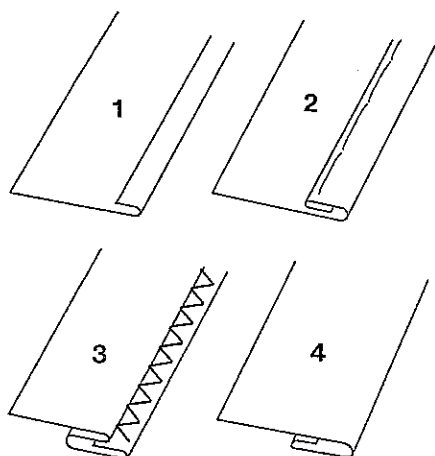

Fig. 40
Blindstichfuß einrasten. Stichlage rechts einstellen. Die Stichlänge zwischen 3 und 3,5 einstellen. Den Stoff mit der Innenseite nach oben legen und 1 cm einschlagen (1 Abb. 40). Nun den Saum in der gewünschten Breite umschlagen und heften (2). Dann den Saum so nach unten schlagen, daß die Kante des Umschlages etwa 3 mm vorsteht (3). Den vorgefalteten Saum unter den Nähfuß legen und den Stoffdrückerhebel senken. Mit dem Zickzackknopf die Nadel so einregulieren, daß sie beim Linksausschlag nur knapp in die Stoffkante einsticht. Die Stoffkante 6 läuft beim Nähen am Führungssteg 5 entlang. Der Saum ist richtig genäht, wenn man auf der rechten Stoffseite keinen Stich sieht (4).
Attach blindstitch foot. Set the needle position knob at the right needle position. Set a stitch length between 3 and 3,5. Turn the fabric wrong side up and fold its edge back 1 cm (1 Fig. 40). Then fold the material to the desired hem width and baste (2). Fold the hem down so that its folded edge protrudes about 3 mm (3). Place the fabric with its folded edge under the sewing foot and lower the presser bar lifter. Turn the stitch width control to adjust the position of the needle so that at the left of its throw it just catches the fabric edge. During sewing, fabric edge 6 runs along the edge of guide 5. The hem is sewn correctly if no stitches show on the right side of the fabric (4).
Mettre en place le pied pour points invisibles. Mettre l'aiguille en position à droite et régler une longueur de point entre 3 et 3,5 mm. Placer la pièce, envers en haut, sur la machine et replier son bord de 1 cm environ (1 fig. 40). Replier l'ourlet suivant la largeur souhaitée et le bâtir (2). Rabattre l'ourlet vers le bas de manière que le bord du repli dépasse d'env. 3 mm (3). Poser l'ourlet préplié sous le pied-de-biche et abaisser celui-ci sur la pièce. Au moyen du bouton de réglage des points zigzags, régler l'aiguille de sorte qu'en jetée gauche, elle pique tout juste dans le bord de tissu 6. En cours de couture, celui-ci passe le long de la languette de guidage 5. L'ourlet est correctement cousu quand, à l'endroit du tissu, on ne voit pas de point (4). Dans le cas de gros lainages, l'ourlet n'est remplié qu'une seule fois. Avant ourlage, il faudra alors surfiler le bord de coupe au point zigzag.
Innestare il piedino per punto invisibile. Regolare posizione ago a destra. Regolare la lunghezza del punto tra 3 - 3,5 mm. Porre la stoffa con il rovescio in alto sulla macchina e piegarla di circa 1 cm (1 fig. 40). Piegare ora l'orlo nella* larghezza voluta ed imbastire (2). Piegare quindi l'orlo in sotto, in maniera che il bordo della piegatura avanzi di circa 3 mm (3). L'orlo così preparato viene ora messo sotto il piedino ed abbassata la leva premistoffa. Con il bottone dello zig-zag si regola ora il movimento dell'ago in maniera che prenda nella sua gittata a sinistra solo leggermente la piegatura della stoffa. La piegatura della stoffa 6 scorre durante la cucitura lungo la guida 5. L'orlo è eseguito correttamente, se non si vede alcun punto dalla parte dritta della stoffa (4).